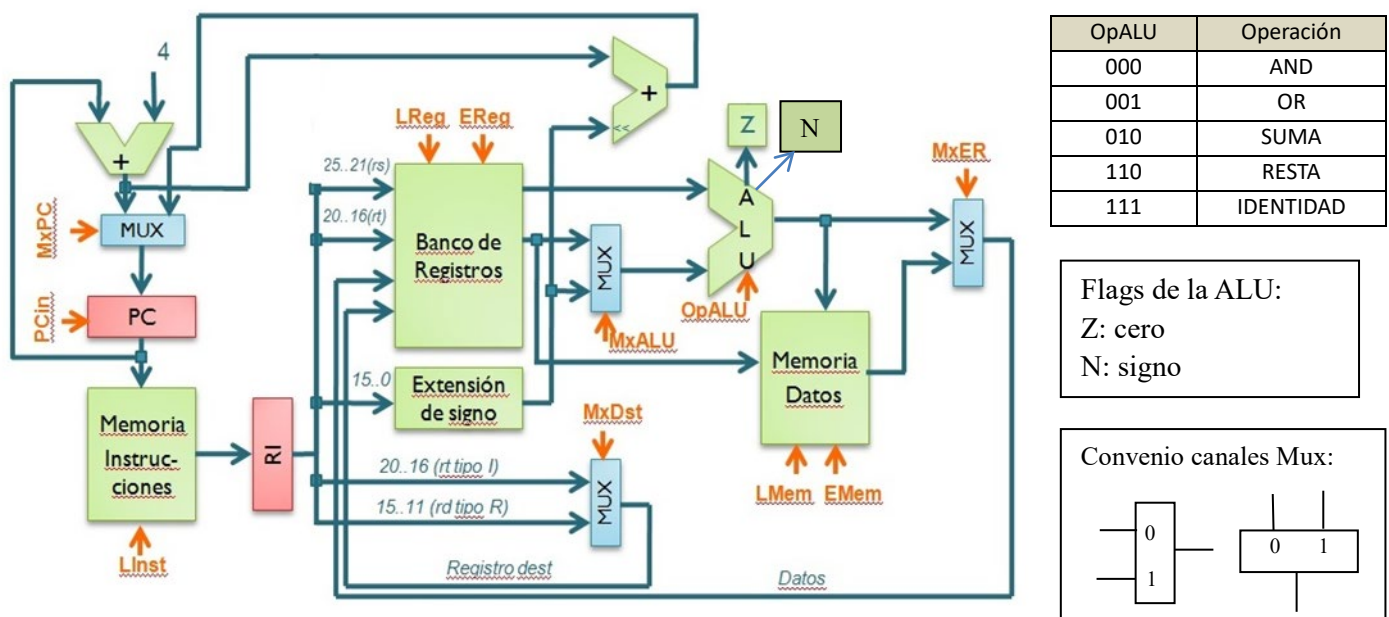

Figura 1
- 1 (1.75 puntos)** La figura 1 muestra la ruta de los datos monociclo básica del procesador MIPS R2000, vista en clase. Suponga que se desea añadir la instrucción **slt rd, rs, rt (set on less than)** como una instrucción más del juego de instrucciones. El cometido de la instrucción es el siguiente: